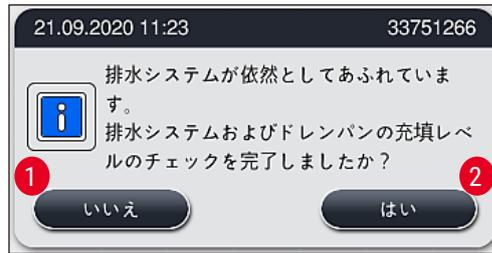

図 124
- 5 分後、さらにクリーニングを行ったのに、まだ詰まりがある場合は、メッセージ (→「図 124」) が表示され、まだ水位が高すぎるということがユーザーに通知されます。「いいえ」(→「図 124-1」) を押すと、待機時間をさらに 5 分間延長し、さらにクリーニングを試みることができます。この 2 度目の時間でさらなるクリーニングを行ってうまくいくと、1 の項で記載したように状況は解決済みとなります。クリーニング対策のために追加時間が必要な場合は、再び「いいえ」(→「図 124-1」) を押します。この時間は複数回繰り返すことができます。あらゆるクリーニングを試みたにもかかわらず、詰まりが取り除けなかった場合は、「はい」(→「図 124-2」) を押すと、意図的な中止プロセスが開始します。次の 3 と 4 の項を参照してください。